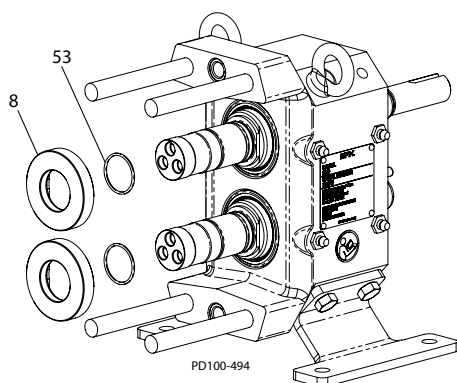

Abb. 52 - Wellendichtungsmontage
1. Montieren Sie die Dichtsitz-O-Ringe (Abb. 52, Einzelheit 53) in die hintere Nut in der Welle.
2. Tragen Sie ein verträgliches Schmiermittel auf die O-Ringe auf und montieren Sie die Dichtsitz (Abb. 52, Einzelheit 8). Richten Sie die Abflachungen an den Dichtsitz auf die Abflachungen an den Wellen aus schieben Sie den Sitz fest gegen den Wellenansatz.